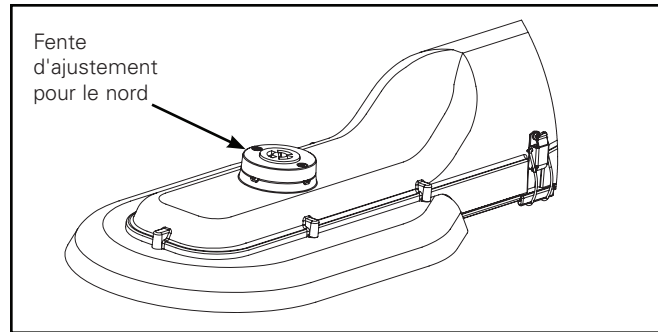
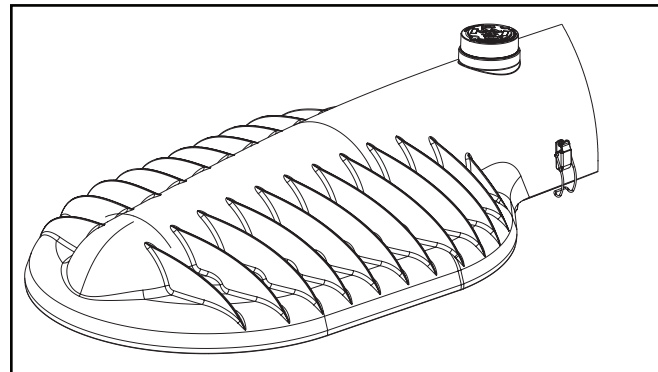

Figure 10.
Figure 11.
1. Avec un tournevis à tête plate, dévissez les deux vis à tête plate pour permettre la rotation du réceptacle. (Figure 10. et Figure 11.)